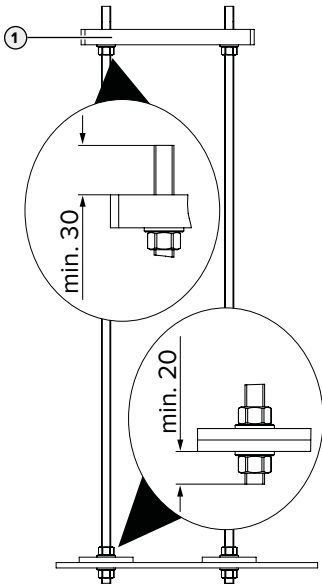

Fig. 3: Posizione delle rondelle e dei dadi [mm]
- ▶ Bloccare gli acciai piatti con rispettivamente un dado e una rondella, attenendosi alla Fig. 3. Assicurarsi che il set di montaggio per fondazione sia stato allineato in orizzontale.
- ▶ Montare la piastra di fondazione o di adattamento (1) (disponibile come accessorio) sul set di montaggio per fondazione tenendo conto della Fig. 3.